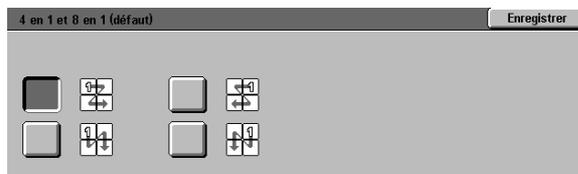

Figure 35 : Ecran 4 en 1
- 1 A partir de l'écran Outils, appuyez sur la touche **Configuration machine** pour afficher l'écran correspondant (figure 35).